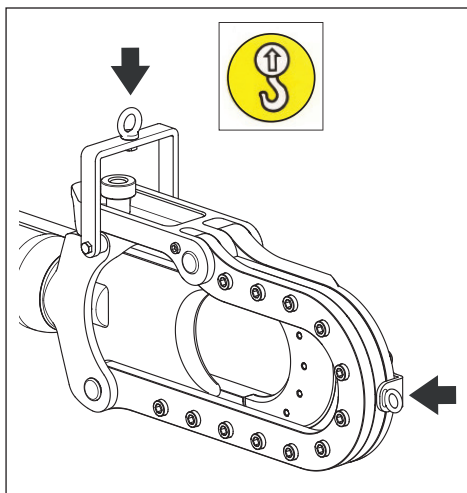

图 6，切断机吊运位置
- 如需要移动或运输切断机，则仅应使用所提供配套吊孔螺栓进行吊运。参见图 6。使用具有足够起吊能力的设备进行吊运。